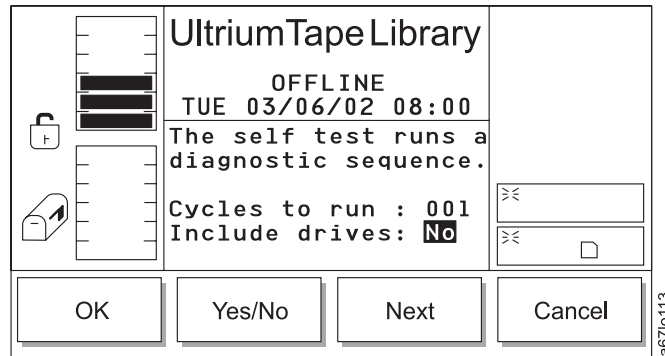

Abbildung 185. Dialog zur Aufnahme von Laufwerken
- Wird **Next** ausgewählt, wird das nächste Feld in der Liste zum aktiven Feld (siehe Abb. 185 auf Seite 199).
Tabelle 134. Übersetzung von Abb. 185, Dialog zur Aufnahme von Laufwerken